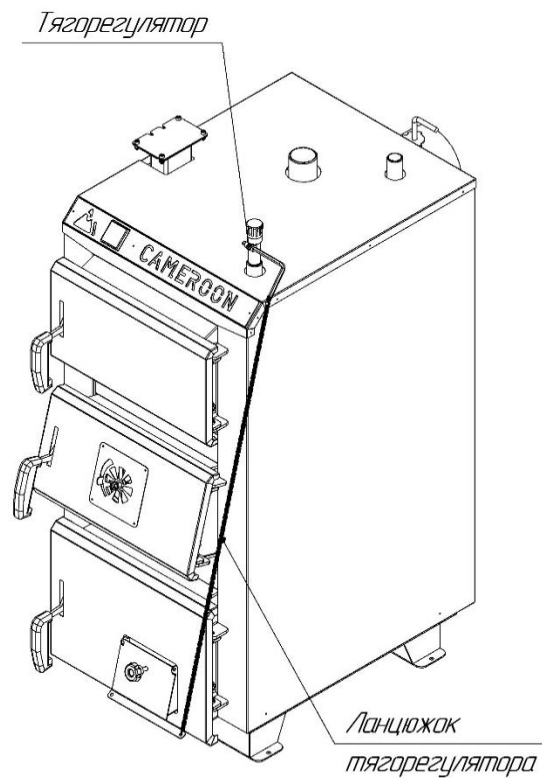

Рис. 6 Схема встановлення тягорегулятора
- Висоту димоходу, яка виступає над дахом потрібно приймати (див. рис.6): не менше 500 мм над плоским дахом; не менше 500 мм над коником даху при розміщенні труби на відстані до 1,5 метра від коника; не нижче коника даху при розміщенні труби на відстані від 1,5 до 3 метрів від коника; не нижче лінії, проведеної від коника вниз під кутом 10° до горизонту, при розміщенні труби на відстані більше 3 метрів від коника;
Монтаж і налаштування проводиться у відповідності із паспортом на тягорегулятор та рис. 6. Патрубок для під'єднання тягорегулятора знаходиться на верхній стінці біля дверцят. Перед встановленням тягорегулятора, необхідно злити воду та демонтувати заглушку на патрубку. Налаштування проводиться згідно із паспортом на тягорегулятор.